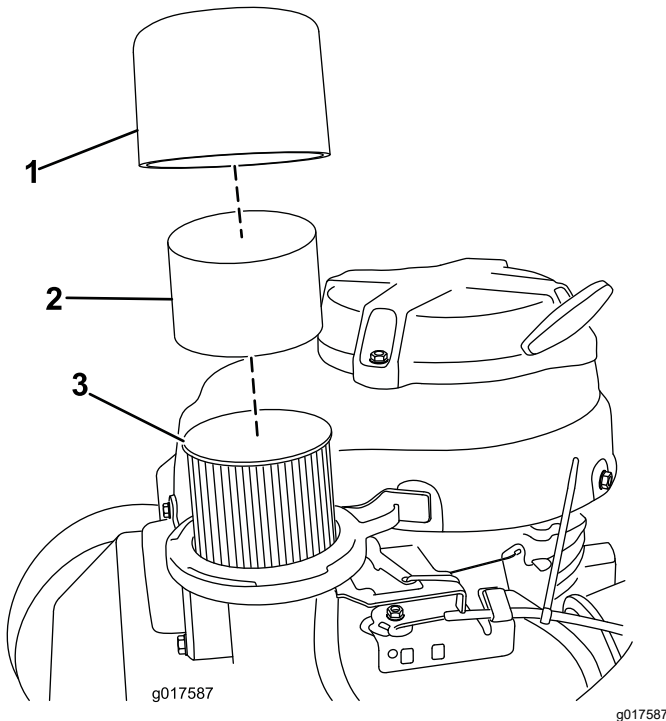

Figure 25
3. Déposez le couvercle et nettoyez-le soigneusement (Figure 25).
4. Retirez le préfiltre en mousse et lavez-le à l'eau additionnée de détergent doux; séchez-le ensuite en le pressant légèrement dans un chiffon (Figure 25).
5. Enlevez et examinez l'élément filtrant en papier (Figure 25) et mettez-le au rebut s'il est excessivement encrassé.